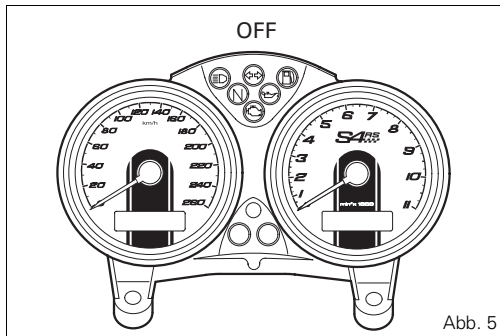
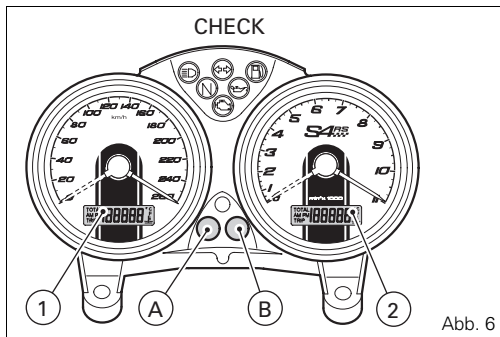

Abb. 5
Abb. 6
Beim Einschalten (Zündschlüssel von **OFF** auf **ON**) führt das Cockpit einen **Check** an allen Instrumenten (Zeiger, Display, Kontrollleuchten), siehe (Abb. 5 und Abb. 6) durch.
Durch Drücken der Taste (B, Abb. 6) bei Zündschlüssel auf **ON** werden abwechselnd der Stand des Tageskilometerzählers sowie des Kilometerzählers und bei ggf. eingeschalteter Reserveleuchte auch die in Reserve zurückgelegte Strecke angezeigt (Trip Fuel Funktion).
Durch mindestens 2 Sekunden langes Drücken der Taste (B, Abb. 6) in der Funktion **TRIP** (Tageskilometerzähler) wird das Display (LCD 1) zurückgesetzt.
Durch Drücken der Taste (A, Abb. 6) werden bei auf **ON** stehendem Zündschlüssel abwechselnd die Uhr und die Wassertemperatur angezeigt.
Die Taste (B, Abb. 6) mindestens 2 Sekunden drücken, am Display (2, Abb. 6) erscheint die Uhrzeit.
Durch Drücken der Taste (A, Abb. 6) die Angabe **AM/PM** auswählen. Mit Taste (B) nun zur Einstellung der Stunden übergehen. Durch wiederholtes Drücken der Taste (A) wird die Stundenanzeige geändert. Mit Taste (B, Abb. 6) nun zur Einstellung der Minuten übergehen. Mit Taste (A) die Minuten einstellen; wird die Taste länger als 5 Sekunden gedrückt, läuft die Zählung schneller. Mit Taste (B) nun den Einstellmodus beenden.
Beim Einschalten der Reserveanzeige erscheint am Display (2, Abb. 6) die Meldung „FUEL“ und es wird die Trip Fuel Funktion aktiviert, die am Display (1, Abb. 6) die Kilometerleistung in Reserve mit vorgestelltem Buchstaben „F“ (FUEL) anzeigt.
Die Meldung „MAInt“ am Display (1, Abb. 6) weist auf die Fälligkeit der regelmäßigen Inspektion hin: sie erscheint 5 Sekunden lang bei jedem Zündschlüssel auf ON. Wenden Sie sich bei Anzeige der Meldung „MAInt“ an einen Vertragshändler bzw. eine Vertragswerkstatt.
Durch wiederholtes Drücken der Taste (B) (Abb. 6) innerhalb von 5 Sekunden nach dem Umstellen des Zündschlüssels auf **ON** kann die Cockpithelligkeit eingestellt werden.